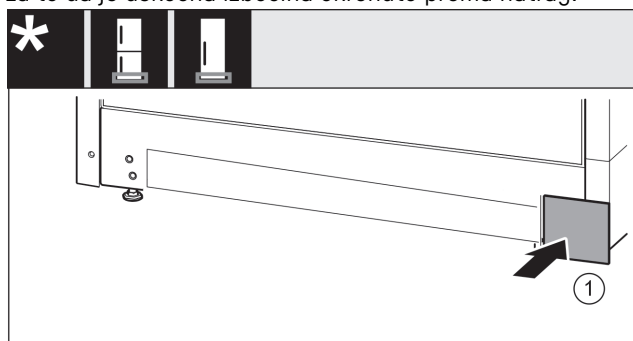

Fig. 23
- Ponovno natakните poklopac Fig. 23 (1) na drugu stranu.